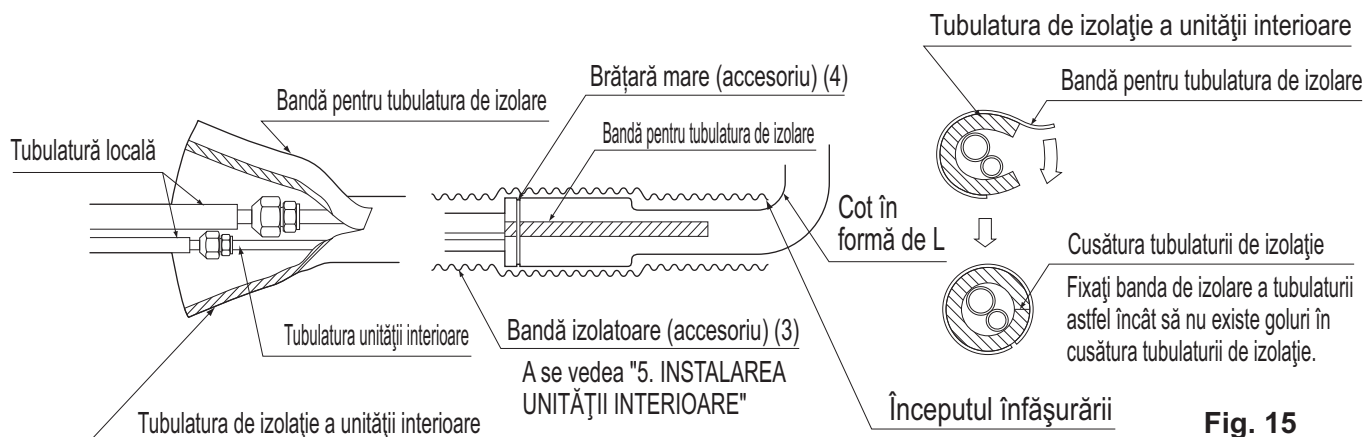

Fig. 15
- După finalizarea probei de etanșeitate a racordului tubulaturii, executați izolarea termică cu tuburi de izolare suplimentare și bandă izolatoare (3). Banda izolatoare (3) trebuie înfășurată de la cotul în formă de L complet până la capăt în interiorul unității. **(Consultați Fig. 15)**